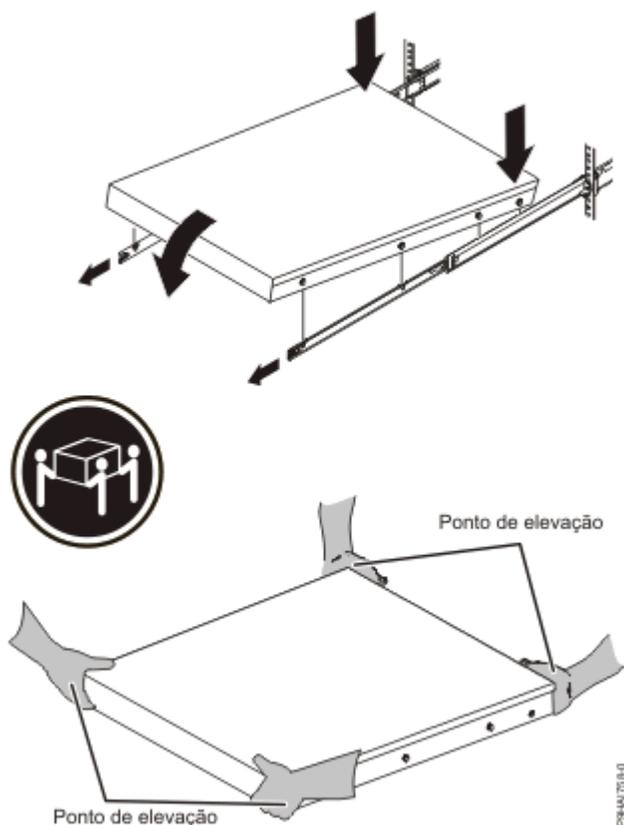

Figura 16. Calhas deslizantes expandidas, cabeças dos parafusos alinhadas com as ranhuras na calha deslizante e pontos de elevação
**Nota:** Utilize as práticas de segurança ao levantar. Se estiver a instalar um servidor 1 U, certifique-se de que tem duas pessoas quando levanta o servidor. As mãos devem estar posicionadas tal como é demonstrado em Figura 16 na página 32.